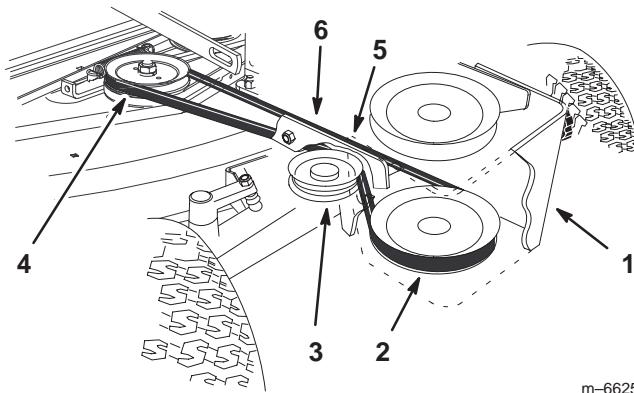

Bild 9
2. Legen Sie den Mähwerktreibriemen auf die mittlere Riemenscheibe des Mähwerks (Bild 9). Vergewissern Sie sich, dass er auf der oberen, mittleren Spannscheibe aufliegt.
3. Montieren Sie die Mähwerktreibriemen auf die untere Riemenscheibe und die untere Spannscheibe im Riemenumlenkblock (Bild 9).